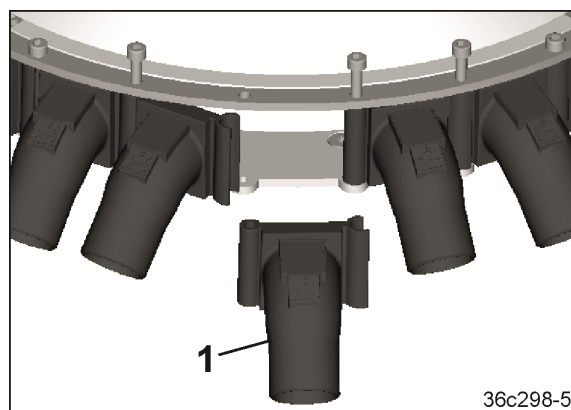

Рис. 220
5. Снять и заменить сегмент (Рис. 220/1).